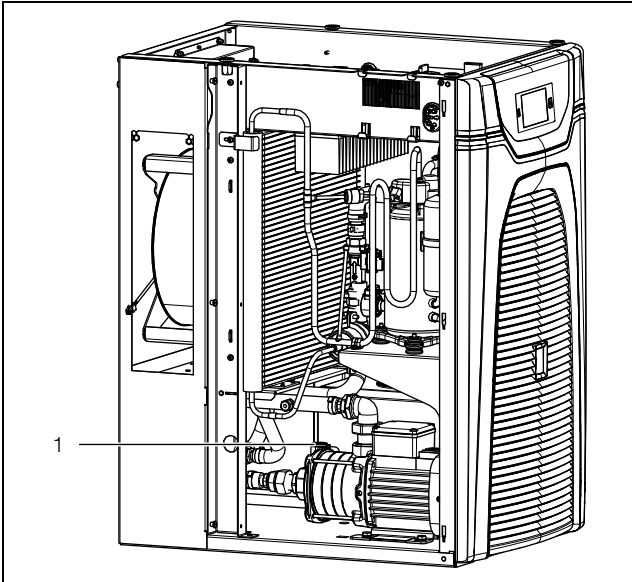

Рис. 21: Удаление воздуха из насоса
- Удалите воздух из насоса (при его остановке), для чего отвинтите винт для удаления воздуха (рис. 21, поз. 1). Воздух из насоса будет удален, когда охлаждающая жидкость начнет выходить через вентиляционный винт.